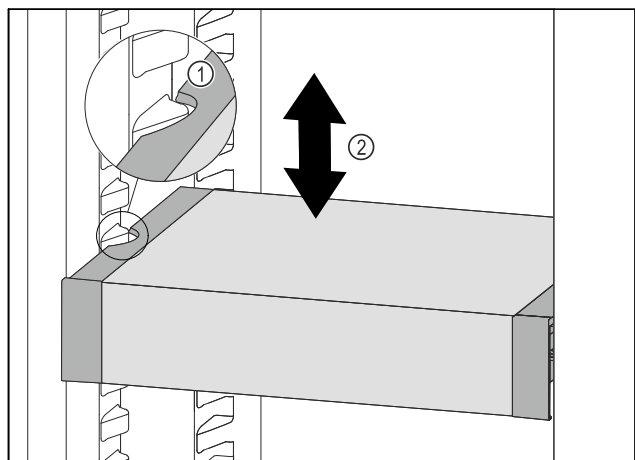

Fig. 77
- Тяните VarioSafe вперед, пока боковые выемки VarioSafe не окажутся на высоте выступа резервуара в холодильном отделении. Fig. 77 (1)
- ▶ Двигайте VarioSafe в холодильном отделении вверх или вниз, пока не будет достигнута требуемая высота. *Fig. 77 (2)*